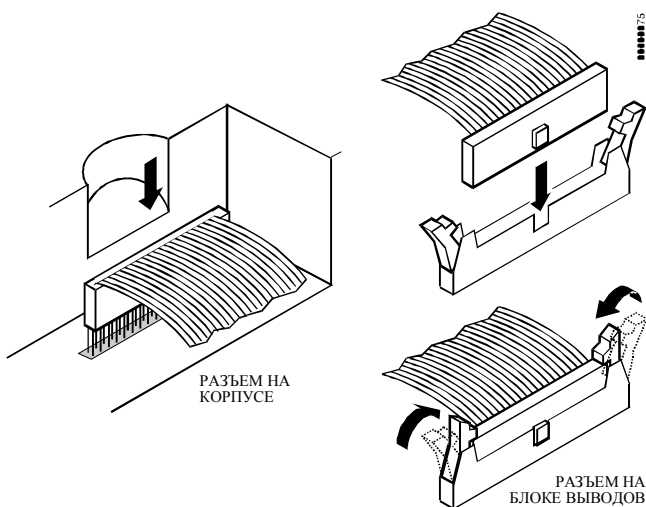

Рис. 38. Установка плоских ленточных кабелей
14. Вставьте плоские кабели в гнезда блоков контактов и в разъемы на корпусе, как показано на рис. 38.
3. Отрегулируйте контрастность дисплея с помощью отвертки с плоской или крестообразной головкой как показано на рис. 38.